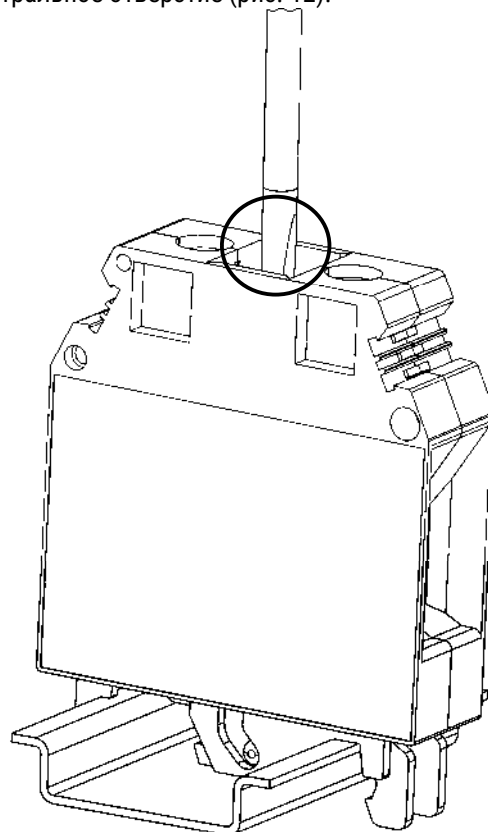

Рисунок 12 – отверстие для отвертки при фиксации клеммы с крепежным винтом на монтажной рейке
- Вставьте плоскую отвертку (размер шлица зависит от типа клеммы) в центральное отверстие (рис. 12).